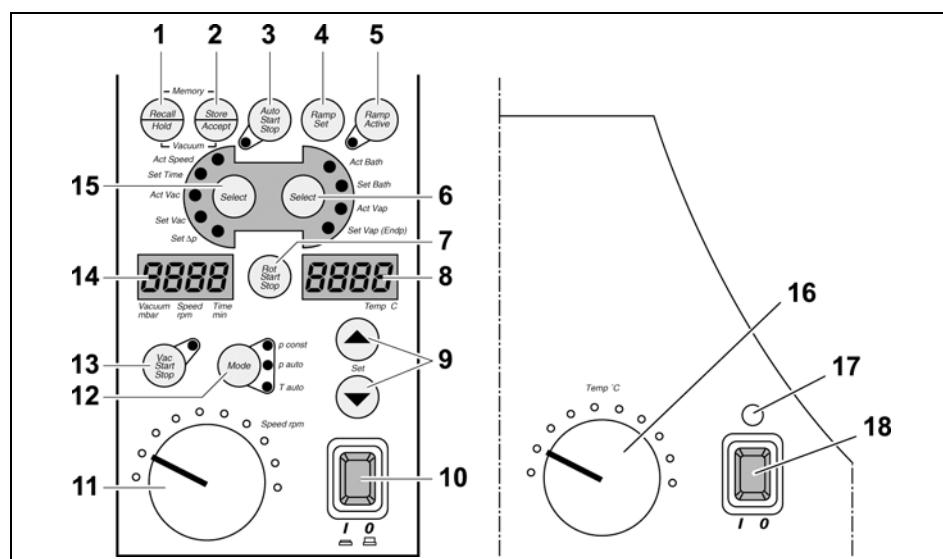

Figure 6-1 : Panneau de commande de l'appareil de base / du bain chauffant
- ✓ L'évaporateur rotatif est prêt à fonctionner et mis sous tension au niveau du commutateur secteur de l'appareil de base (Figure 6-1 (10)).
Pour des températures théoriques supérieures à 100 °C, l'écran (Figure 6-1 (8)) affiche « **OIL** » pendant une seconde.
1. Mettre le bain chauffant sous tension en appuyant sur le commutateur secteur correspondant (Figure 6-1 (18)).
Le commutateur secteur du bain chauffant (Figure 6-1 (18)) s'allume en vert.
2. À l'aide du bouton rotatif du bain chauffant (Figure 6-1 (16)), régler la température d'au moins 20 °C au-dessus de la température théorique.
3. Appuyer sur la touche **Select** (Figure 6-1 (6)) jusqu'à ce que la DEL **Set Bath** s'allume.
4. Régler la valeur théorique à l'aide des touches flèche (Figure 6-1 (9)).
L'écran (Figure 6-1 (8)) affiche la température théorique. Après 5 secondes, l'écran affiche la valeur réelle actuelle et la DEL **Act Bath** s'allume.
Le témoin de contrôle jaune clignotant (Figure 6-1 (17)) situé au-dessus du commutateur secteur (Figure 6-1 (18)) indique que le bain chauffant se trouve en phase de chauffage.
- Appuyer sur la touche **Select** (Figure 6-1 (6)) jusqu'à ce que la DEL **Act Vap** s'allume.
La température d'ébullition s'affiche à l'écran (Figure 6-1 (8)).
- Appuyer sur la touche **Vac Start Stop** (Figure 6-1 (13)).
La DEL située à côté de la touche **Vac Start Stop** (Figure 6-1 (13)) s'allume à la mise sous tension.
Appuyer une nouvelle fois sur la touche **Vac Start Stop** (Figure 6-1 (13)) pour que l'appareil arrête le réglage du vide.
Sur le ROTAVAC vario control, le réglage d'une valeur pour  $\Delta p$  est superflu. L'écran (Figure 6-1 (14)) affiche pour **Set  $\Delta p$**  : ----. Le réglage du vide est fonction de la vitesse de rotation de la pompe.
1. Appuyer sur la touche **Mode** (Figure 6-1 (12)) jusqu'à ce que la DEL **Mode p const** s'allume.
2. Appuyer sur la touche **Select** (Figure 6-1 (15)) jusqu'à ce que la DEL **Vac** s'allume.
3. À l'aide des touches flèche (Figure 6-1 (9)), régler le vide théorique souhaité.
La valeur de vide théorique s'affiche à l'écran (Figure 6-1 (14)).
4. Appuyer sur la touche **Select** (Figure 6-1 (15)) jusqu'à ce que la DEL **Set Δp** s'allume.
5. À l'aide des touches flèche (Figure 6-1 (9)), régler la différence de commutation (hystérésis)  $\Delta p$ .
1. Appuyer sur la touche **Mode** (Figure 6-1 (12)) jusqu'à ce que la DEL **Mode T auto** s'allume.
2. Appuyer sur la touche **Select** (Figure 6-1 (6)) jusqu'à ce que la DEL **Act Vap** s'allume.
4. Appuyer sur la touche **Select** (Figure 6-1 (6)) jusqu'à ce que la DEL **Set Vap** s'allume.
5. À l'aide des touches flèche (Figure 6-1 (9)), régler la température théorique.
La température théorique s'affiche à l'écran (Figure 6-1 (8)).
Après un délai de cinq secondes, **Endp** apparaît à l'écran (Figure 6-1 (14)).
6. À l'aide des touches flèche (Figure 6-1 (9)), régler la pression finale souhaitée après l'interruption de la distillation.
La pression finale définie s'affiche à l'écran (Figure 6-1 (8)).